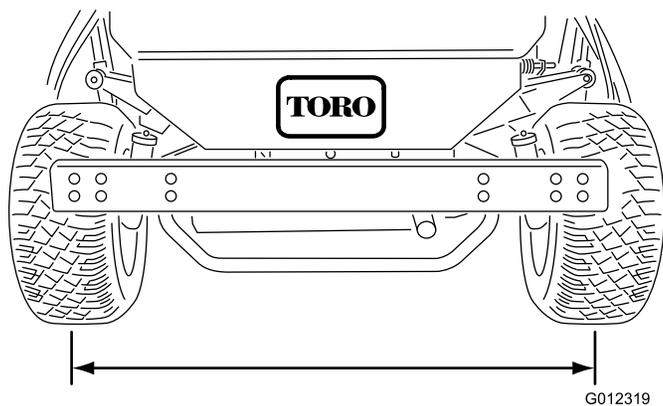

Figura 35
1. Mida la distancia entre centros (a la altura del eje) en la parte delantera y trasera de los neumáticos de dirección (Figura 35). La distancia delantera debe ser de 3 mm menos que la trasera.